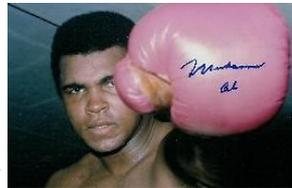

Abb.2: Ali
8. Erkläre die Analogie zwischen dem Fotoeffekt und Abb.2.